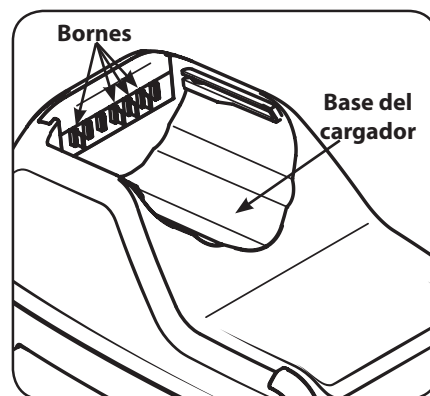

Figura 4-2
1. Mantenga el cargador de baterías limpio y sin residuos. No permita que ingresen materiales extraños en la base de carga ni en los terminales. Vea la Figura 4-2. Inspeccione el cargador de baterías para ver si hay materiales extraños antes de cada uso.